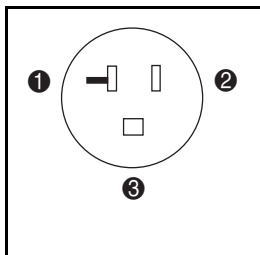

Figure B-1. Prise murale requise pour l'Amérique du Nord
- Une prise (Figure B-1) et un disjoncteur de 20 A doivent être réservés à l'alimentation électrique de la librairie de sauvegarde sur cartouches ESL9326 (voir Tableau B-1). Il est nécessaire d'utiliser un cordon d'alimentation harmonisé de 3 x 1,5 mm2 agréé par le pays d'utilisation, et d'installer la prise murale appropriée. Pour obtenir la liste des cordons d'alimentation disponibles auprès de Compaq, consultez l'Annexe E du *Manuel de référence de la librairie de sauvegarde sur cartouches Compaq StorageWorks ESL9326*.